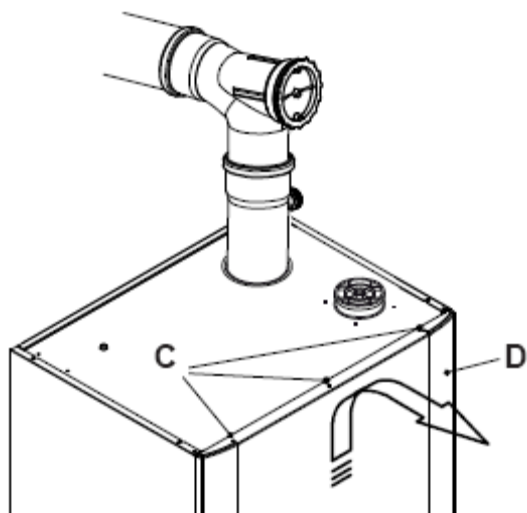

Рис. 5.14
Открутите винты (C) и снимите фронтальную панель с нижних крючков смещением вверх (D) см. рис. 5.14 .